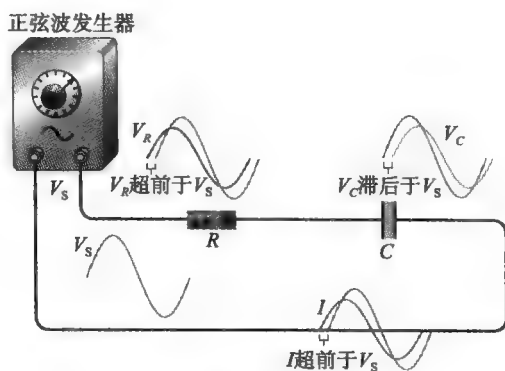

图 10-1 V_R 、 V_C 和 I 相对于源电压的一般相位关系正弦响应演示， V_R 和 I 同相位， V_R 和 V_C 相位差 90°
如图 10-1 所示的 RC 串联电路，电阻电压 (V_R)、电容电压 (V_C) 和电流 (I) 都是与电源频率相同的正弦波。由于电容的原因电路中引入了相移，我们已经学习过，电阻的电压和电流是同相位的，并且相位超前于电源电压。电容电压滞后于电源电压。电流和电容电压之间的相位角为 90° ，电路中一般相位关系如图 10-1 所示。